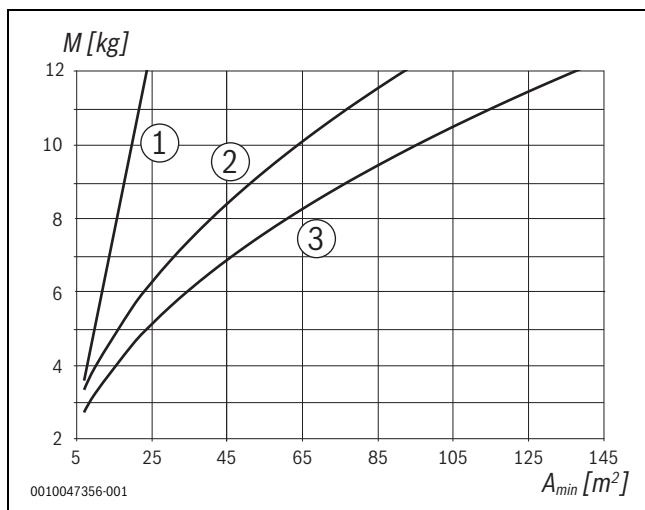

Fig. 2
- Suprafața minimă a încăperii trebuie să îndeplinească valorile corespunzătoare din Fig. 2.